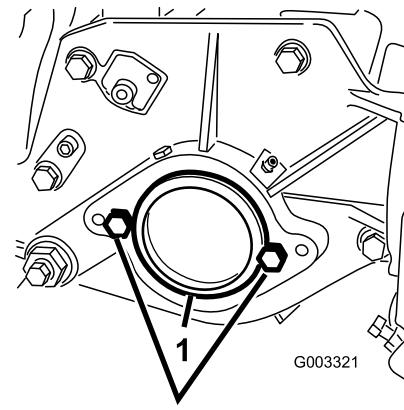

Figure 12
2. A l'extrême droite du plateau de coupe, retirez l'obturateur en plastique du logement de roulements (Figure 12).
3. Enlevez les 2 vis de la plaque latérale droite (Figure 12).
1. Obturateur en plastique      2. Vis (2)
5. Placez les 2 vis de fixation du moteur de cylindre sur la plaque latérale gauche du plateau de coupe sans les serrer (Figure 12).